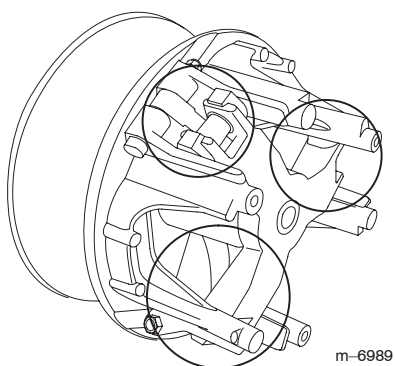

Figure 57
- Lubrifiez les pièces mobiles aux endroits indiqués par des cercles sur la Figure 57 avec du lubrifiant sec en aérosol, disponible auprès des concessionnaires ou distributeurs Toro agréés.